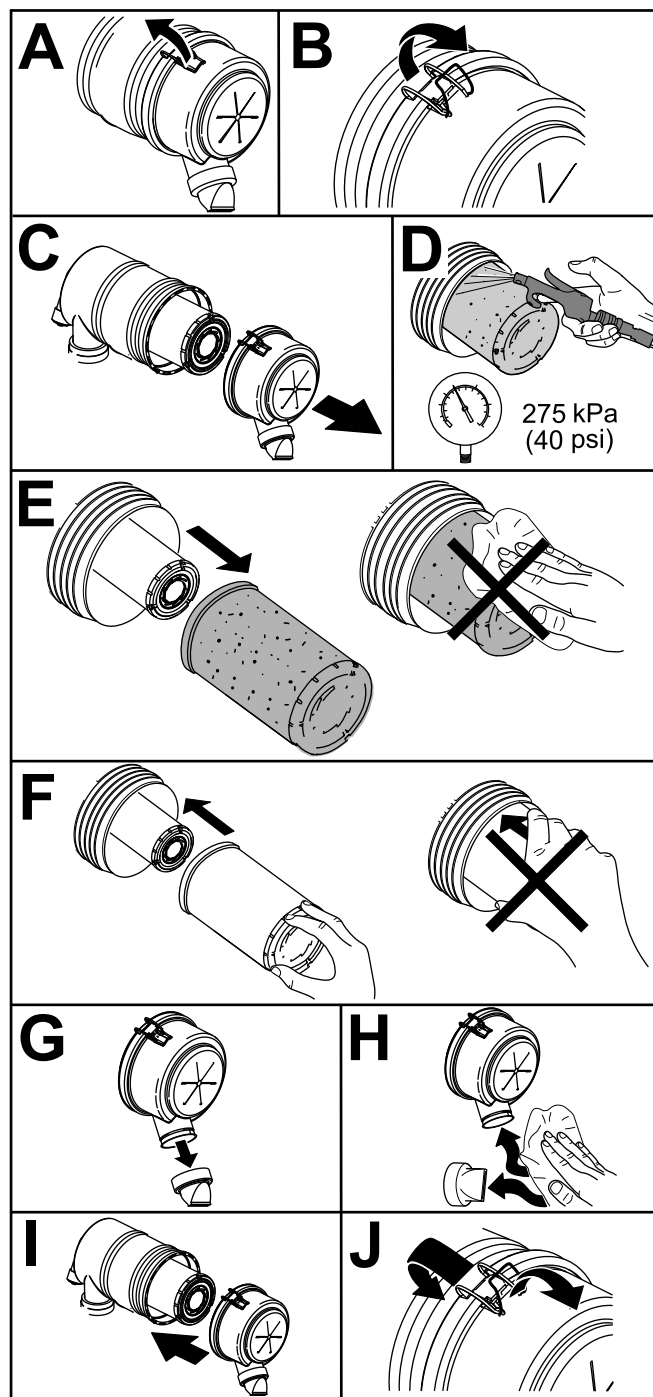

Figure 52
1. Remplacez l'élément filtrant (Figure 52).